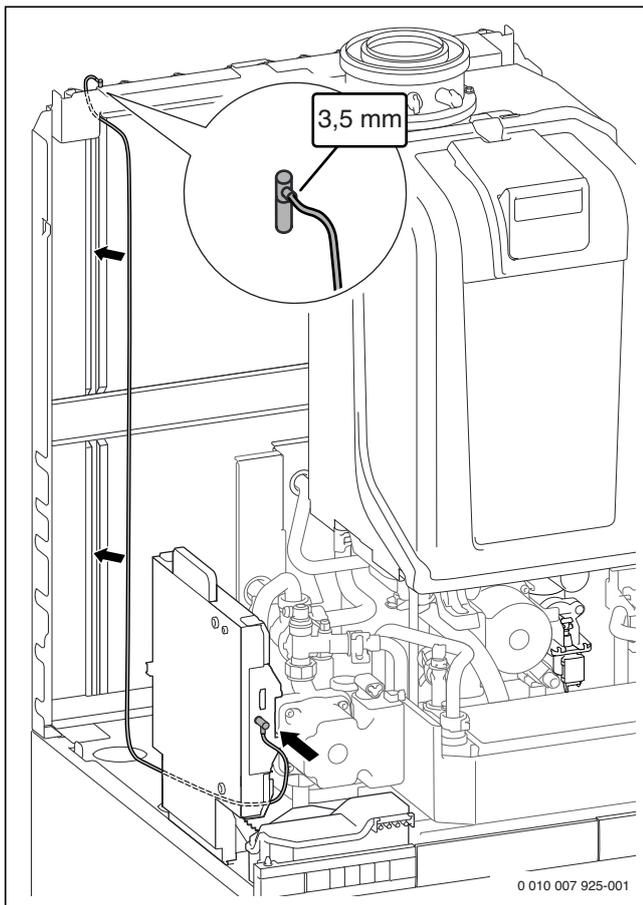

Bild 54 Anschluss und Verlegung des Kabels an MB LANi
- ▶ Kabel für den Anschluss MB LANi aus dem Lieferumfang entsprechend Bild 54 verlegen.